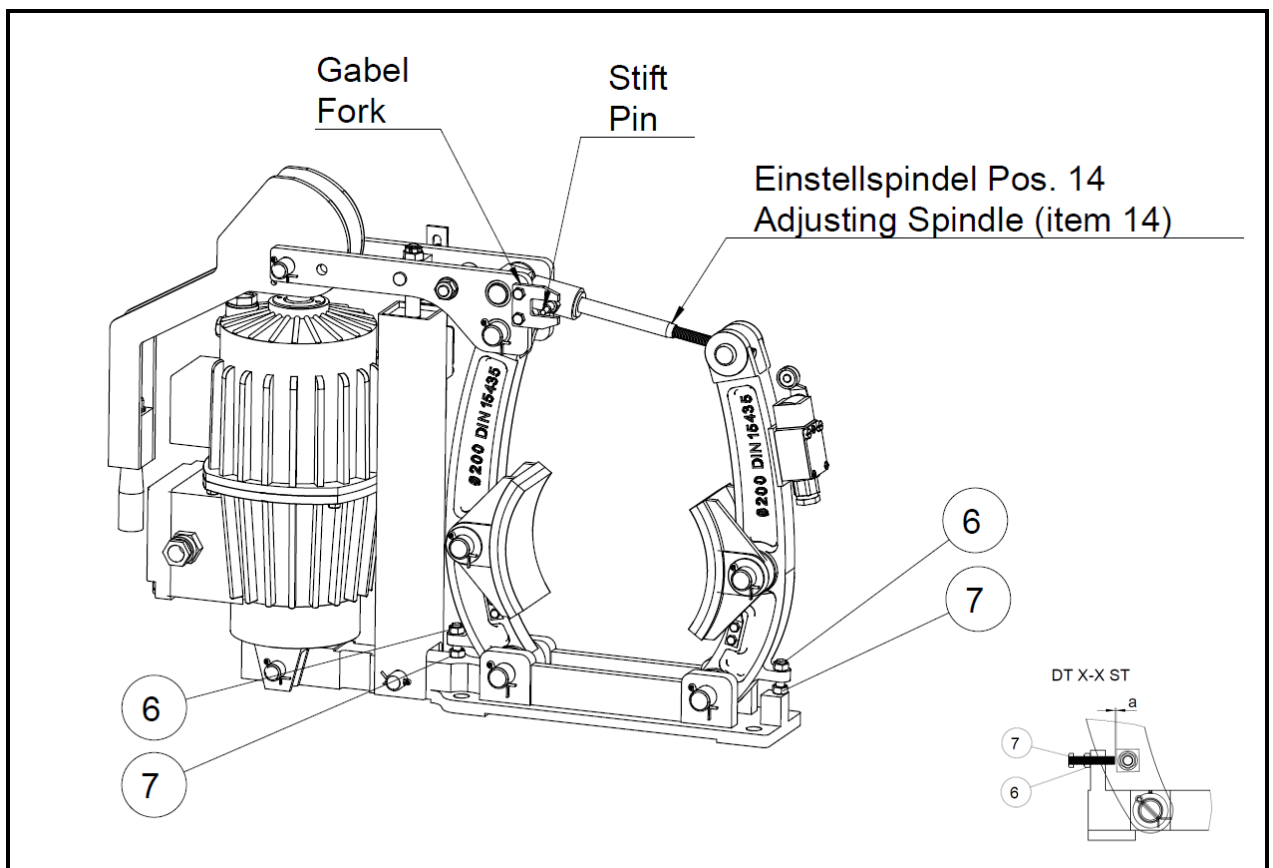

Bild 8.3
Wir unterscheiden zwei Grundtypen, FEM mit manuelle Verschleißnachstellung und FEA mit automatischer Verschleißnachstellung. Wenn die Bremse eine automatische Verschleißnachstellung hat, ist das immer erkennbar durch einen Stift der an der Spindel Pos. 14 nach außen steht siehe Bild 8.3.
- Lösen Sie die Gabel Bild 8.3 die den Stift für die automatische Verschleißnachstellung in Position hält. Die Einstellspindel kann jetzt zurückgedreht werden, damit die neuen Reibbeläge eingebaut werden können.
Die Bremse kann über die Einstellspindel Pos. 14 entspannt werden. Dazu müssen Sie vorher nur bei der FEA Bremse mit automatischer Verschleißnachstellung die Gabel Bild 8.3 entfernen. Wenn die Backen nicht mehr an der Bremsstrommel anliegen, können Sie die Schrauben, die zur Befestigung der Bremse an dem Maschinengestell dienen, entfernen. Die Bremszange kann jetzt von der Anbaufläche entfernt werden.